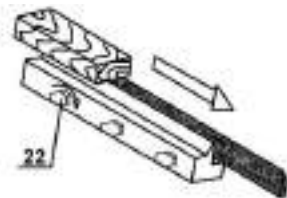

Рис. 3
- используя отходы древесины, осторожно нажимая, удалить нож из крепежного паза (см. рис. 3);